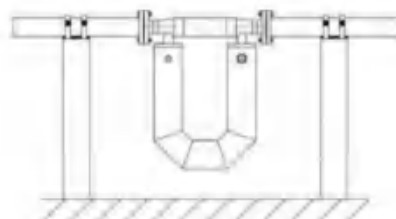

图5.3
1. 当质量流量计测量液体时，壳体应向下安装。如图 5.3 所示，防止气体聚集在传感器振管。